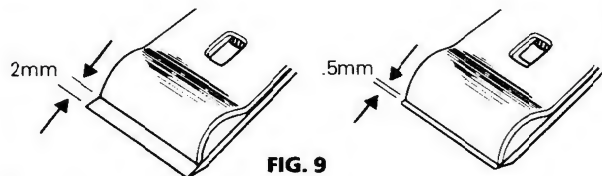

FIG. 9
Use the following guide for setting the distance of the cap iron (12) from the cutting edge (Fig. 9):
Pour régler la distance entre le contre-fer (12) et le tranchant (Fig. 9), suivre les indications suivantes:
Folgende Richtlinien sind bei der Einstellung der Distanz der Hobeisenklappe (12) zur Schneidkante zu beachten: (Abb. 9): 0,5mm bei Feinbearbeitung von Hartholz, bis zu 2,0mm bei allgemeinen Hobelarbeiten.
Para determinar la distancia entre el contrahierro (12) y el filo (Fig. 9), aplicar las indicaciones siguientes: